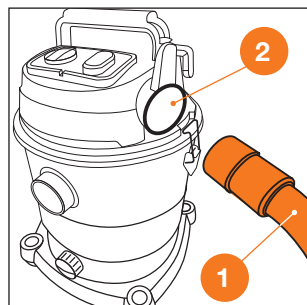

Рис. 19
При использовании пылесоса в режиме выдувания воздуха, вставьте всасывающий шланг ① в гнездо ② на крышке пылесоса и зафиксируйте его, повернув по часовой стрелке до щелчка (Рис. 19).